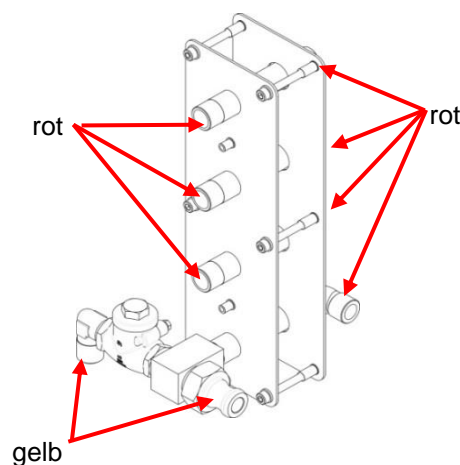

Abb. 11: Schutzkappen an den Schottflanschen
- ♦ Schrauben Sie an jeden ausgebauten Schottflansch die Blende und den Winkel an (siehe Abb. 11:).
- ♦ Bringen Sie an jedem Schottflansch die vorgesehenen Schutzkappen an (siehe Abb. 11:).